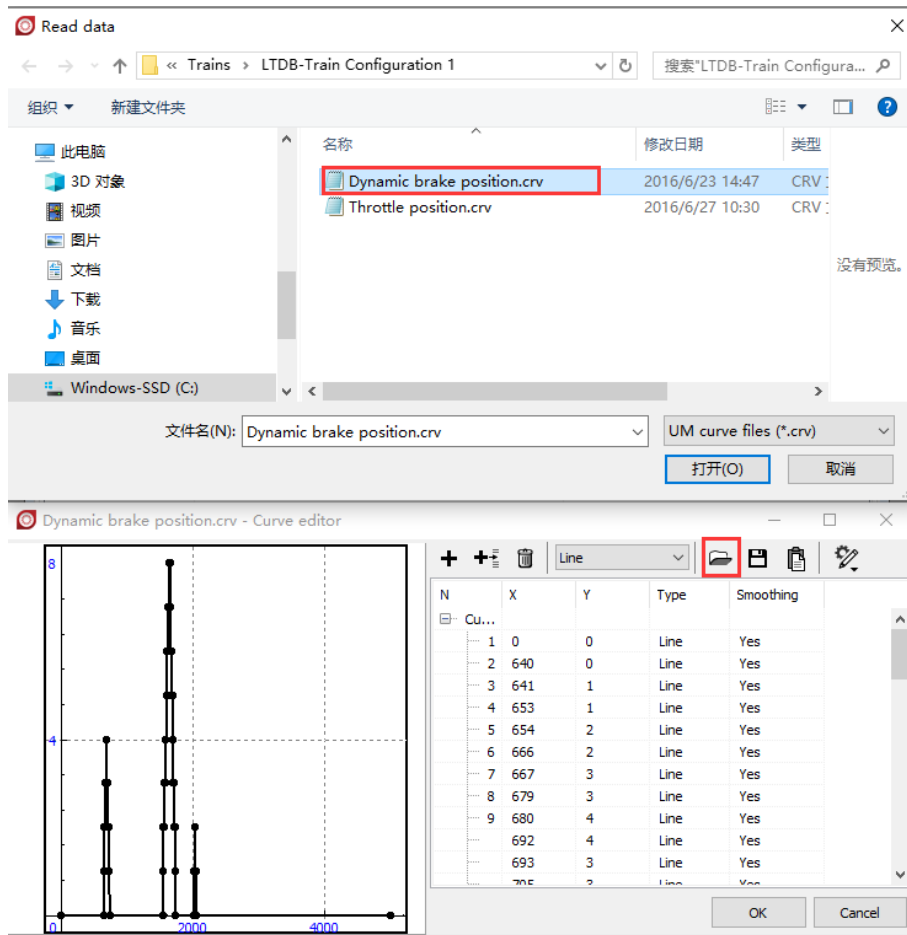

图 2.11
12. 点击 **Curve editing** 下的按钮 , 弹出曲线编辑器窗口, 通过点击按钮 , 加载位于本地目录的制动把位时程曲线 {UM Data}\Samples\Trains\LTD-Train Configuration 1\Dynamic brake position.crv, 如图 2.11 所示。